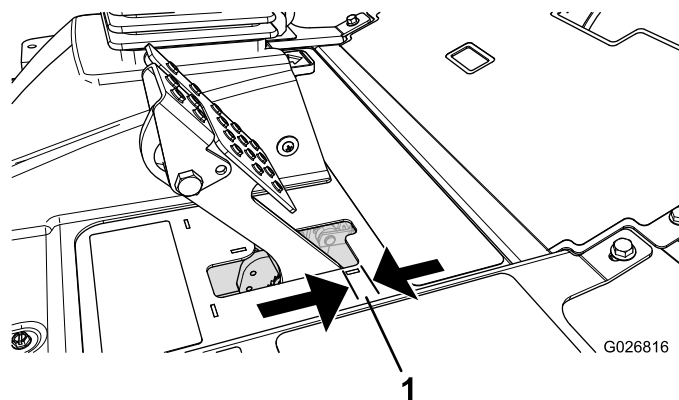

Figura 67
Regolate i freni se il pedale ha un "gioco" superiore a 2,5 cm (Figura 67), o quando è necessaria maggiore forza di tenuta. Per gioco s'intende la distanza che il pedale percorre prima che si avverta la resistenza della frenata.
2. Serrate il dado posteriore per spostare indietro il cavo, finché i pedali del freno non hanno un gioco compreso tra 0,63 e 1,27 cm (Figura 67), prima che la ruota si blocchi.